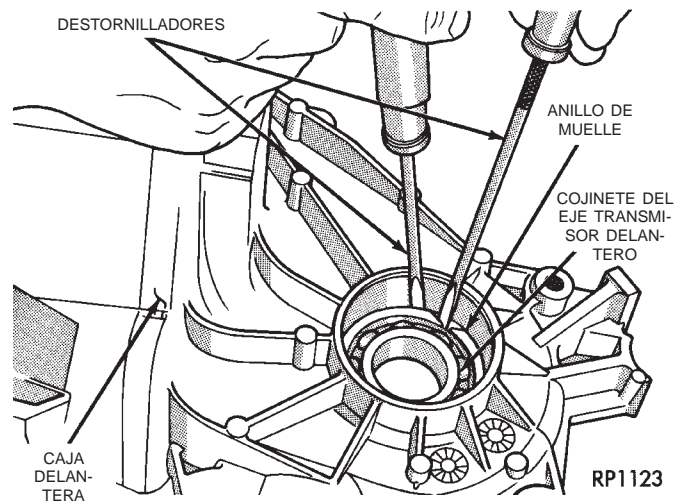

Fig. 41 Desmontaje del anillo de retención del cojinete del eje transmisor delantero
(2) Retire el anillo de retención del cojinete del eje transmisor delantero con un destornillador (Fig. 41).